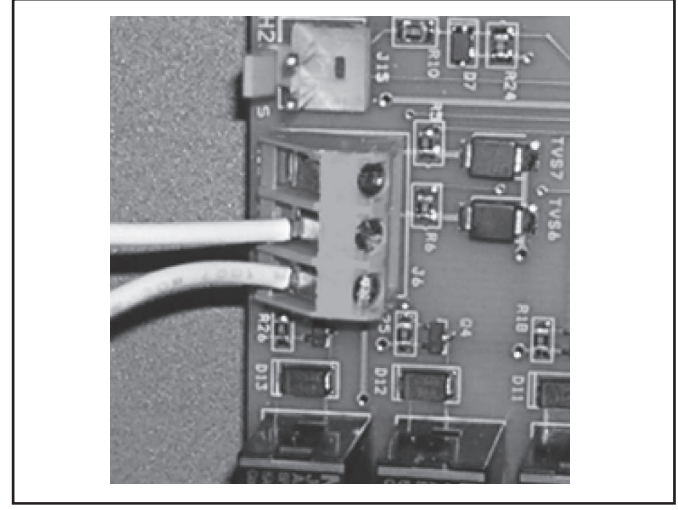

Figura 10b. Conexión a AquaLink RS o TSTAT remoto (conexión de 2 cables)
4. Conecte el cableado del sistema de control de la piscina/del hidromasaje al terminal del control remoto de la bomba de calor (consulte la Figura 10b).